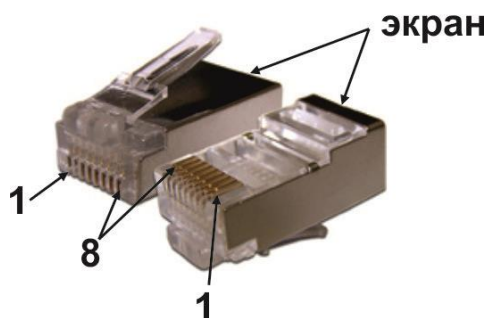
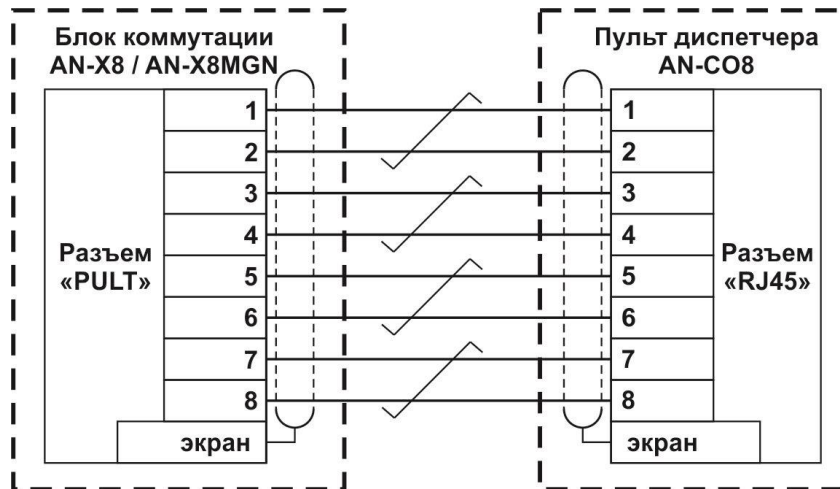
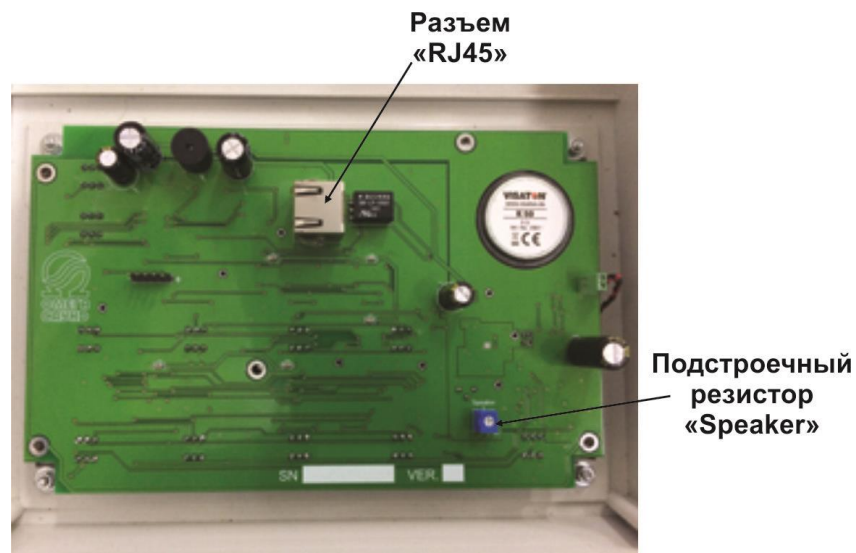

Рис. 2.1
Рис. 2.2
Рис. 2.3
- Приготовьте заранее схему подключения к изделию всех необходимых внешних электропроводок (см. рис.2.1 и Рис.2.2) и определите место установки изделия.
8.1.1 Распиновка кабельной вилки RJ45 (8P8C) показана на Рис. 2.1
8.1.2. Схема подключения ПД AN-CO8 к блоку коммутации AN-X8 (AN-X8MGN) показана на Рис. 2.2.
8.1.3. Плата ПД AN-CO8 с разъемом «RJ45» показана на Рис. 2.3
| Блок расширения AN-X8 (AN-X8MGN) | Разъем «PULT» | Разъем для подключения к контролируемой линии связи с пультом диспетчера AN-CO8. Экранированный разъем RJ45 (8P8C). Соблюдайте правильность и полярность подключения (см. Рис. 2.2). При обжиме вилки не забывайте про подключение экранирующего проводника. |
| Пульт диспетчера AN-CO8 | Разъем «RJ45» | Разъем для подключения к контролируемой линии связи с блоком коммутации AN-X8 (AN-X8MGN). Экранированный разъем RJ45 (8P8C). Соблюдайте правильность и полярность подключения (см. Рис. 2.2). При обжиме вилки не забывайте про подключение экранирующего проводника. |
- 6) Введите кабель подключения к блоку коммутации AN-X8 (AN-X8MGN) через кабельный ввод и установите экранированную вилку RJ45, входящую в комплект поставки согласно Рис.2.1 и Рис.2.2. Подключите кабель к разъему RJ45 (Рис.2.3). При установке соблюдайте осторожность, чтобы не повредить компоненты печатной платы. Не оказывайте чрезмерных механических воздействий на печатную плату или ее компоненты, включая разъемы и контакты. При установке примите меры к тому, чтобы пыль и мусор не попадали внутрь корпуса. Загрязнения могут вызывать сбои (неисправность) изделия и сокращают срок его службы.
- 8) Убедитесь в том, что изделие работает в штатном режиме. При необходимости, отрегулируйте громкость громкоговорителя с помощью подстроечного резистора «Speaker» (см. Рис.2.3). Чрезмерное увеличение громкости может вызвать эффект перегрузки аудио тракта.
- 11) Введите кабель подключения к блоку коммутации AN-X8 (AN-X8MGN) через кабельный ввод и установите, входящую в комплект поставки экранированную вилку RJ45, согласно Рис.2.1 и Рис.2.2. Подключите кабель к разъему RJ45 (Рис.2.3). При установке соблюдайте осторожность, чтобы не повредить компоненты печатной платы. Не оказывайте чрезмерных механических воздействий на печатную плату или ее компоненты, включая разъемы и контакты. При установке примите меры к тому, чтобы пыль и мусор не попадали внутрь корпуса. Загрязнения могут вызывать сбои (неисправность) изделия и сокращают срок его службы.
- 13) Убедитесь в том, что изделие работает в штатном режиме. При необходимости, отрегулируйте громкость громкоговорителя с помощью подстроечного резистора «Speaker» (см. Рис.2.3).